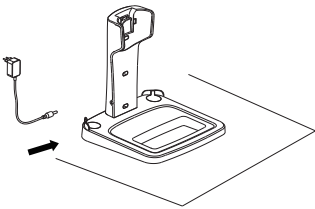

Fig. 5-1a
1. Fäst laddaren enligt Fig. 5.1, för in adaptorns lilla ände i laddarens baksida enligt Fig. 5-1a.